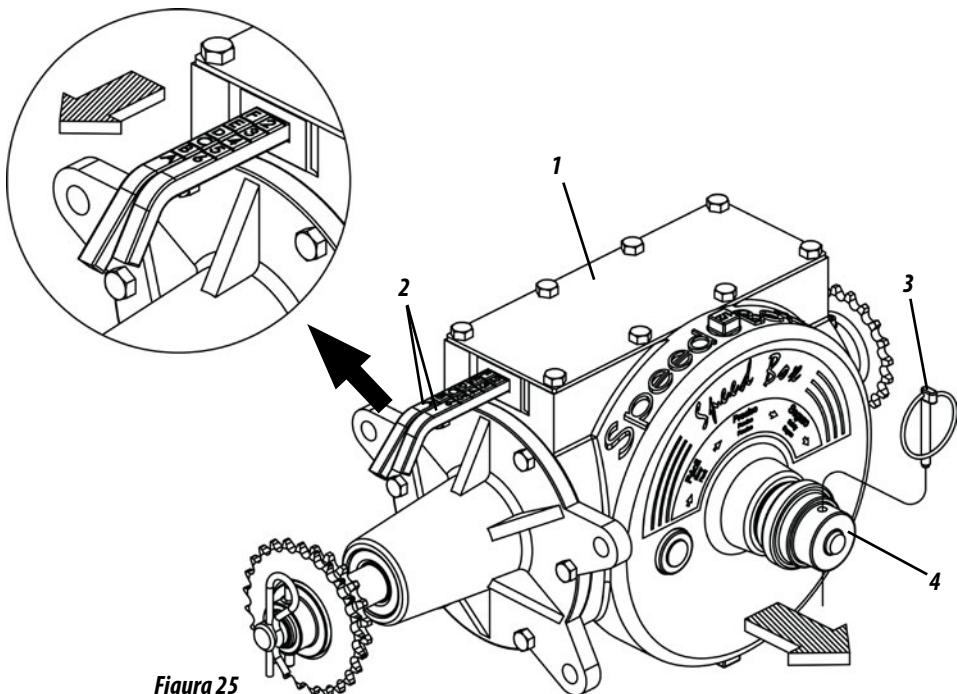

Figura 25
SPEED BOX (FIGURA 25)
- 1- Selecione a quantidade desejada nas tabelas e verifique a combinação correspondente nas alavancas (2). **Exemplo:** Posição F2 na tabela, indica que a alavanca com letras deve estar na posição "F" e a alavanca com números deve estar na posição "2", conforme mostra a figura 25.